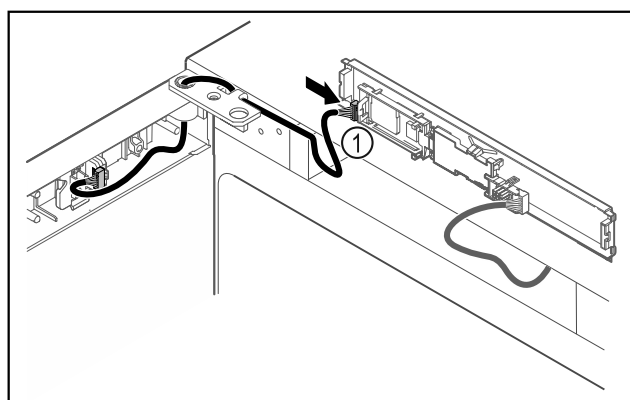

Fig. 42
- Collegare il connettore Fig. 42 (1) sulla scheda.